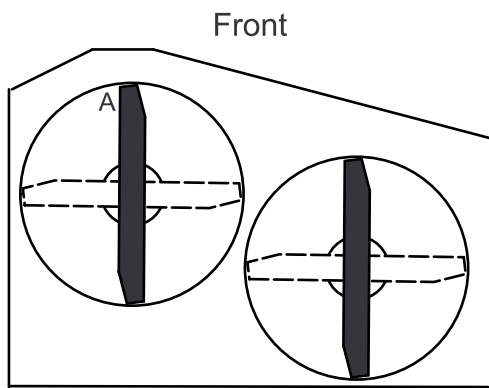

Figura 62
- Con la máquina ubicada en una superficie nivelada, coloque una cuchilla en posición longitudinal. Mida en la posición **A** desde una superficie nivelada hasta el filo de corte de los extremos de la cuchilla (Figura 62).